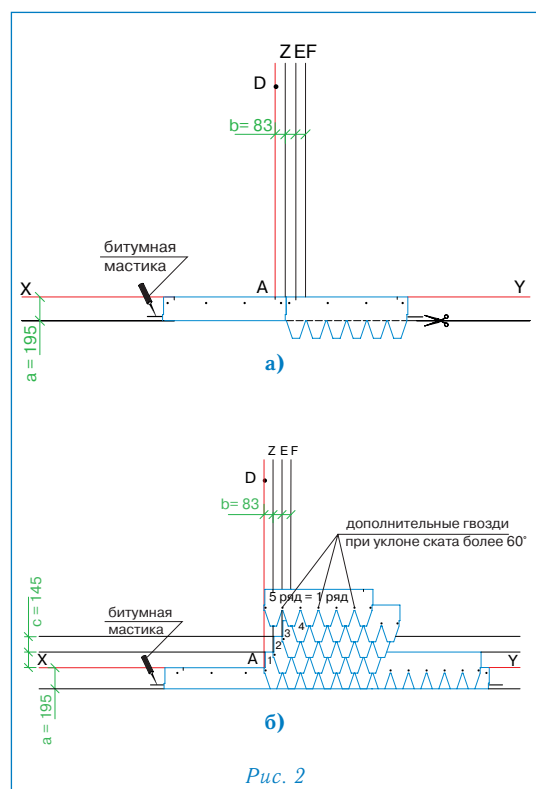

Рис. 2
### Укладка материала (рис. 2)
- Начальный ряд формируется из листов черепицы КАСТЕЛЛО с обрезанными лепестками. Полученные таким образом полосы шириной 19,5 см укладываются по линии карниза в обе стороны от линии Z (рис. 2а) и фиксируются по нижнему краю битумной мастикой, а по верхней кромке 4 гвоздями (ось гвоздей на 5 см ниже верхнего края полосы);
- далее первый ряд черепицы укладывается от линии AD (рис. 2б);
- второй ряд укладывается от линии Z (со смещением 8,3 см от AD) (рис. 2б);